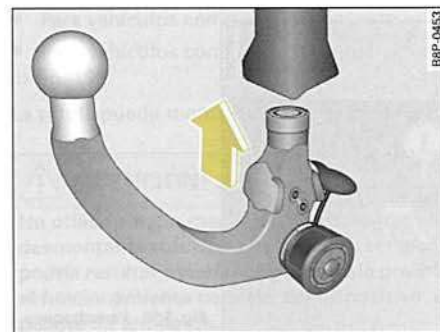

Fig. 200 Dispositivo desmontable para remolque: Colocar la rótula
- Coloque la rótula pretensada en el tubo de enclavamiento y haga presión hacia arriba en la dirección que indica la flecha ⇒ *página 226*, fig. 200 ⇒ **!**. El proceso de bloqueo se realiza de un modo automático. En ese momento debe poder oírse claramente un chasquido de encastre.